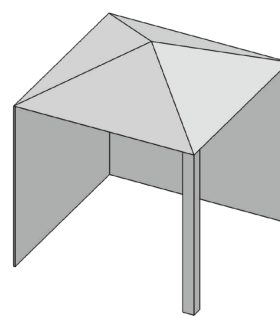

Fig. 2
- Un appareil est considéré comme étant à l'extérieur s'il est installé avec un abri ne comportant pas plus de deux parois latérales et incluant une couverture au-dessus. (Fig. 2 & Fig. 3)
- Les parois latérales peuvent être parallèles, comme dans une véranda, ou perpendiculaires les unes aux autres. (Fig. 2 & Fig. 3)